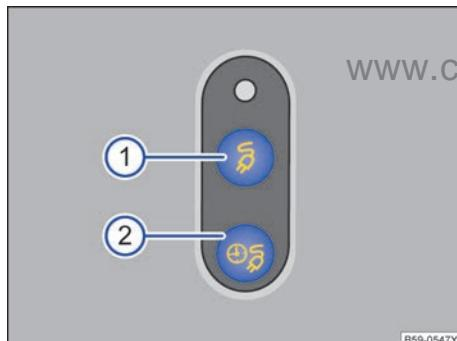

图 117 充电按钮示意图：① 立即充电按钮 ② 延迟充电按钮
– 插入充电电缆，若未设置延迟充电，则按钮→图 117①中的指示灯亮起。
– 插入充电电缆，若设置了预约充电，则按钮→图 117②中的指示灯亮起。